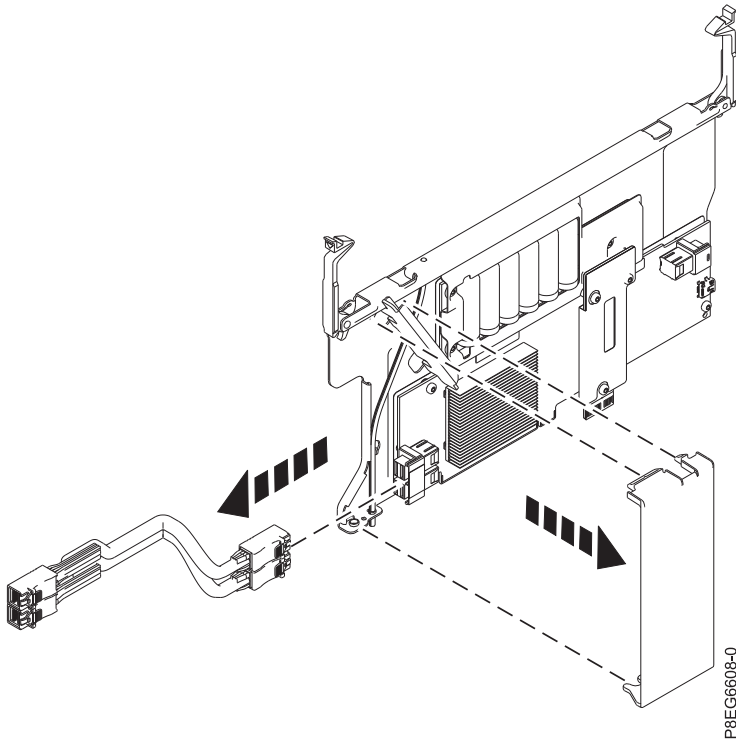

Figure 5. Retrait du capot de ventilation de la carte PCIe3 x8 cache SAS RAID interne 6 Gbits installée dans l'emplacement P1-C15
10. Si vous retirez la carte SAS RAID interne de l'emplacement P1-C15, enlevez le capot de ventilation de la carte. Appuyez sur le haut du capot, puis soulevez le bas du capot pour l'extraire de la carte SAS RAID interne. Mettez le capot de côté pour le réutiliser sur la carte de rechange. Pour plus d'informations, voir figure 5, à la page 8.